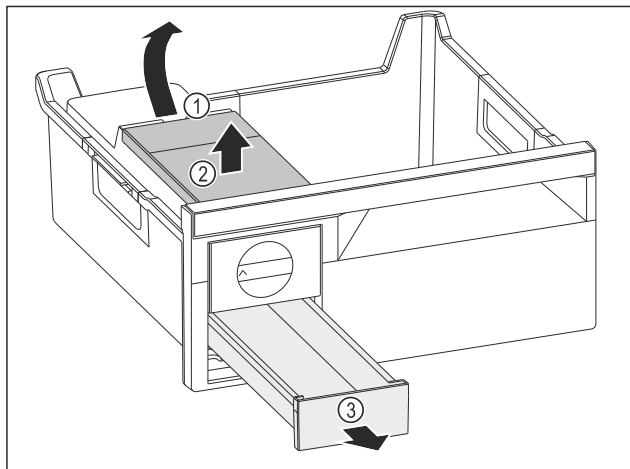

Fig. 110
- Fjern vanntanken: Løft opp vanntanken i fordypningen Fig. 110 (1).
- Fjern vanntanken Fig. 110 (2) ovenfra.
- Fjern isterningsskuff Fig. 110 (3) forfra.